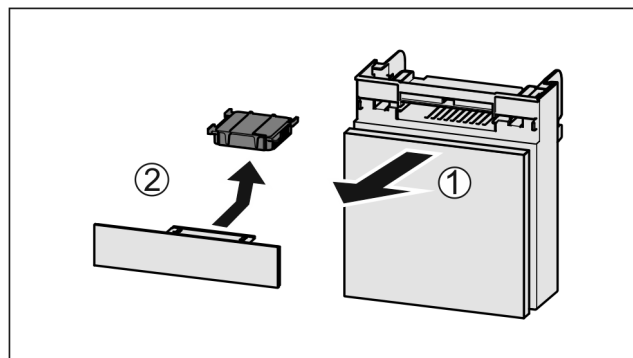

Fig. 128
- Estrarre il vano tirando in avanti Fig. 128 (1).
- Rimuovere il filtro a carboni attivi Fig. 128 (2).